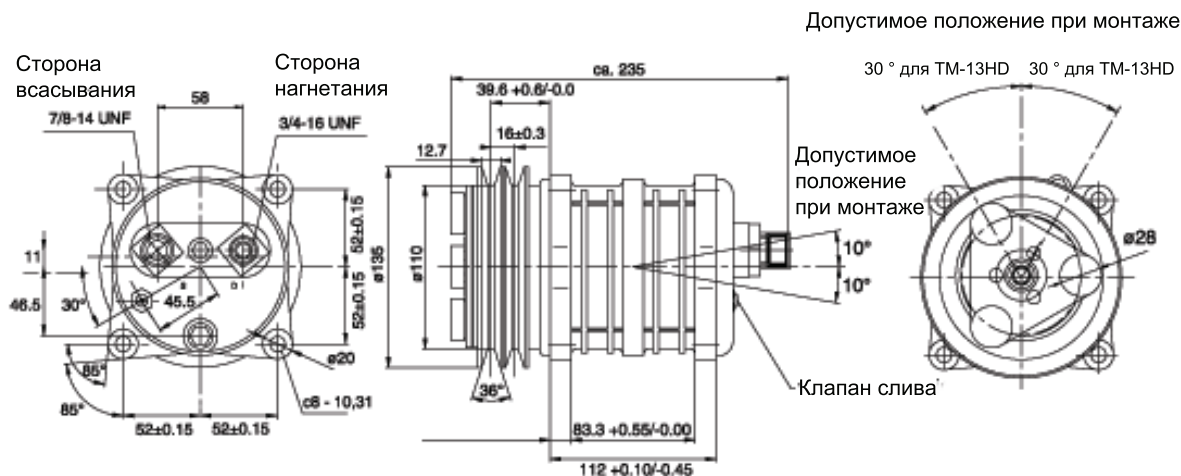

Рис. 4.2
На Рис. 4.2 показаны размеры компрессора и точки его крепления.
- Проверьте, достаточно ли устойчиво крепление компрессора как минимум в 4 фланцевых отверстиях с возможностью подтягивания клинового ремня (см. Рис. 4.2).